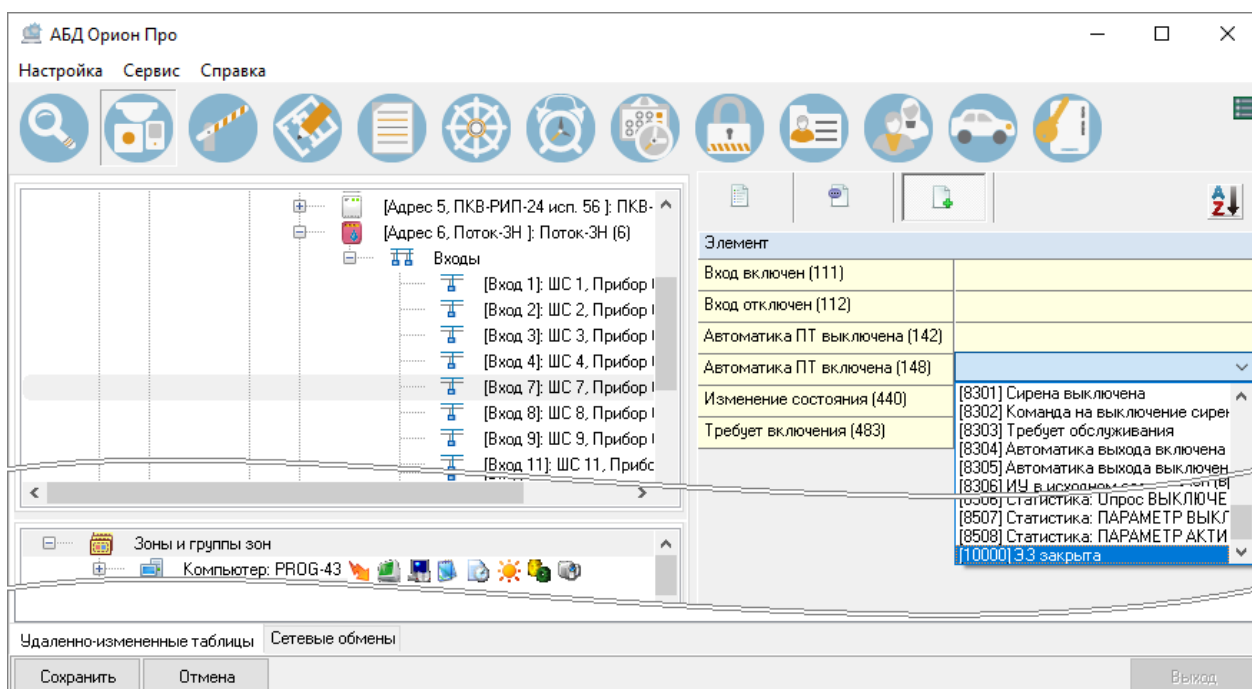

Рисунок 6-47 Переименование события системы
- 6) в поле справа от выбранного события в выпадающем списке событий объектов системы выберите то событие⁴, наименование которого который будет транслироваться (см. п. 6.3.1.2.20.3.1) при возникновении события, для которого применяется переименование (см. Рисунок 6-47);